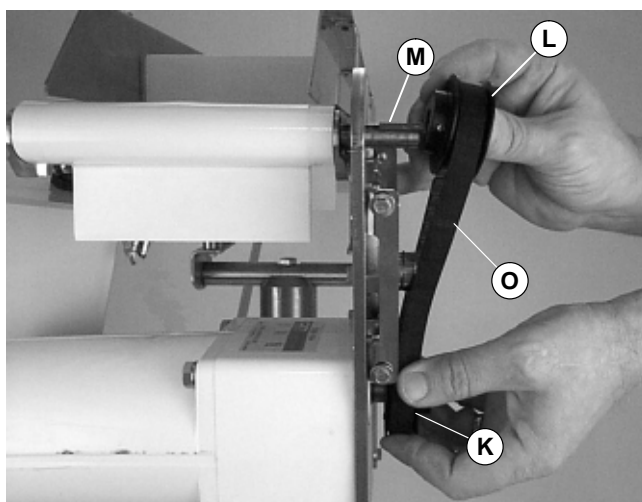

Abbildung 5
4. Paßfeder installieren (M siehe Abbildung 5).